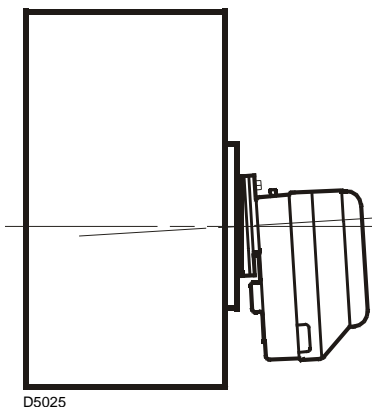

Abb. 8
- Nach erfolgter Installation ist zu prüfen, ob der Brenner geringfügig geneigt ist, wie Abb. 8 zeigt.